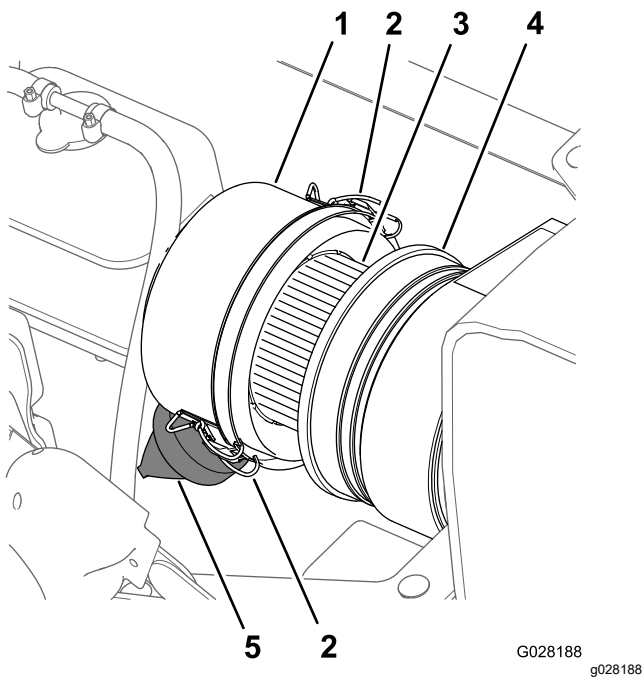
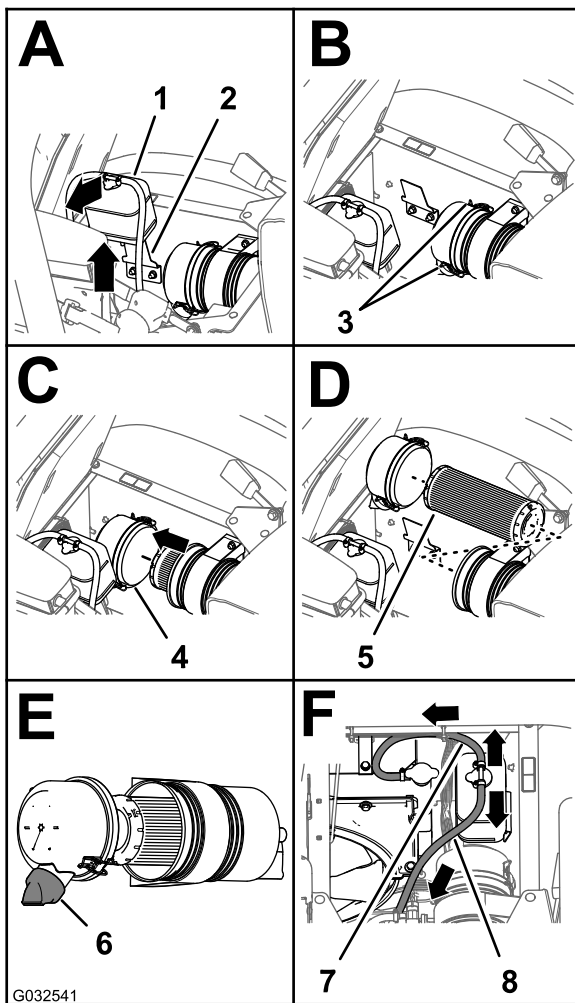

Figure 73
Figure 74
3. Nettoyez le capuchon antipoussière et le boîtier du filtre à air (Figure 73).
4. Recherchez sur le boîtier du filtre à air des dommages susceptibles d'occasionner des fuites d'air (Figure 73).
5. Pressez la valve à poussière pour éliminer les saletés, la poussière et les débris (Figure 73).
7. Vérifiez que l'élément du filtre à air ne présente pas de dépôts excessifs de poussière, saleté ou débris (Figure 73).
8. Reposez le capuchon antipoussière sur le boîtier du filtre à air et fixez-le en place avec les 2 attaches (Figure 73).
2. Nettoyez le capuchon antipoussière et le boîtier du filtre à air (Figure 73).
3. Soulevez le réservoir de trop-plein de liquide de refroidissement pour le déposer de son support (Figure 74).
- Desserrez les 2 attaches qui fixent le capuchon antipoussière sur le boîtier du filtre à air (Figure 74).
- Nettoyez l'intérieur du capuchon antipoussière, du boîtier du filtre à air et de la valve à poussière avec un chiffon humide (Figure 73 et Figure 74).
- Insérez l'élément filtrant dans le boîtier du filtre à air (Figure 74).
- Reposez le couvercle sur le boîtier du filtre à air et fixez-le en place avec les 2 attaches (Figure 74).
Remarque: Vérifiez que la valve à poussière est bien alignée entre les positions 5 et 7 heures vu de l'extrémité (Figure 74).
- Placez le réservoir de trop-plein du liquide de refroidissement en face de son support et fixez solidement le réservoir (Figure 74).
Important: Vérifiez que le flexible de décharge de pression est dirigé vers l'avant et le bas et que le flexible d'évent du réservoir est dirigé vers l'arrière, comme montré à la Figure 74.